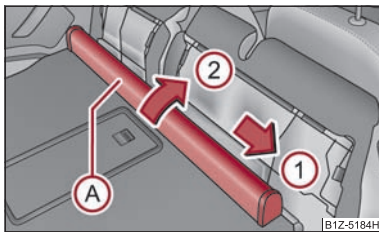

Fig. 78 Scaunele din spate: Carcasei peretelui despărțitor de plasă
- Împingeți carcasa peretelui despărțitor (A) ⇒ fig. 78 în sensul săgeții (1) și scoateți-o din spătarul scaunelor din spate în sensul săgeții (2).